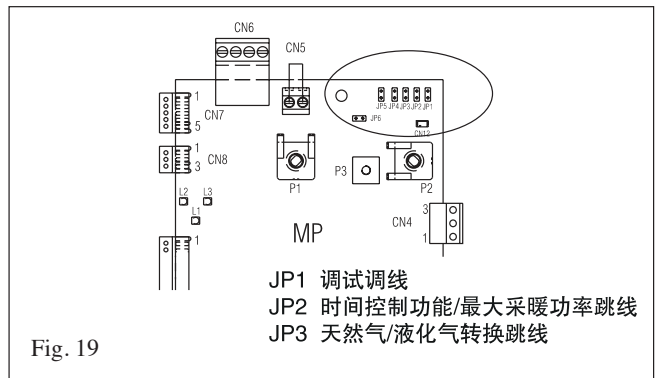

Fig. 19
- 天然气转换为液化气，加上跳线 JP3；(Fig.19)
- 液化气转换为天然气，取下跳线 JP3；(Fig.19)